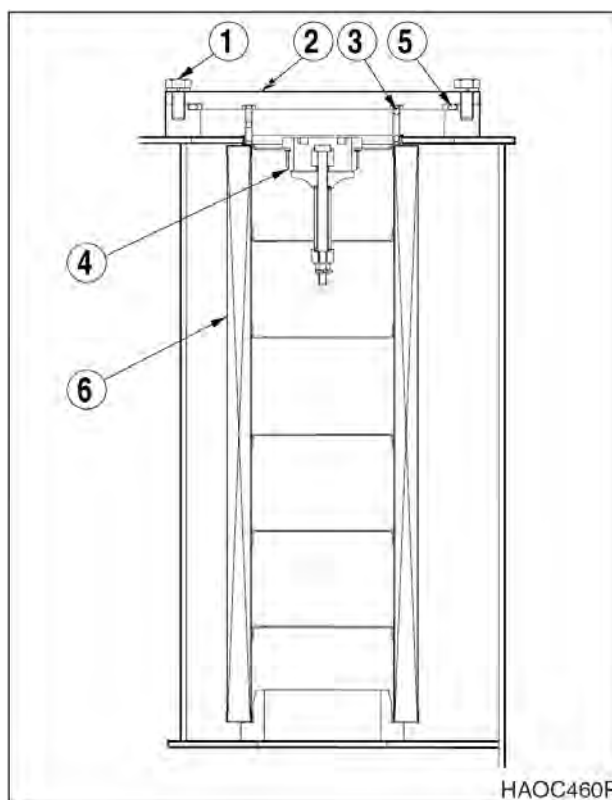

Рис. 62
1. Снять болты (1, рис. 62) и крышку обслуживания (2). Извлечь пружину (3), клапан (4) и уплотнительное кольцо (5) из фильтрующего элемента (6).